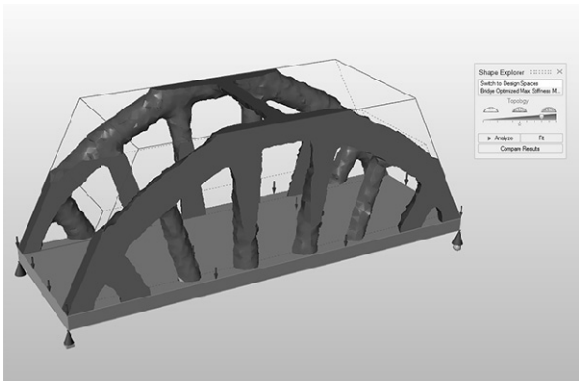

图 15-1
2) 双击优化后的形状以打开形状探索器，并确认拓扑滑块位于五角星右侧的第三个刻度处，如图 15-1 所示。